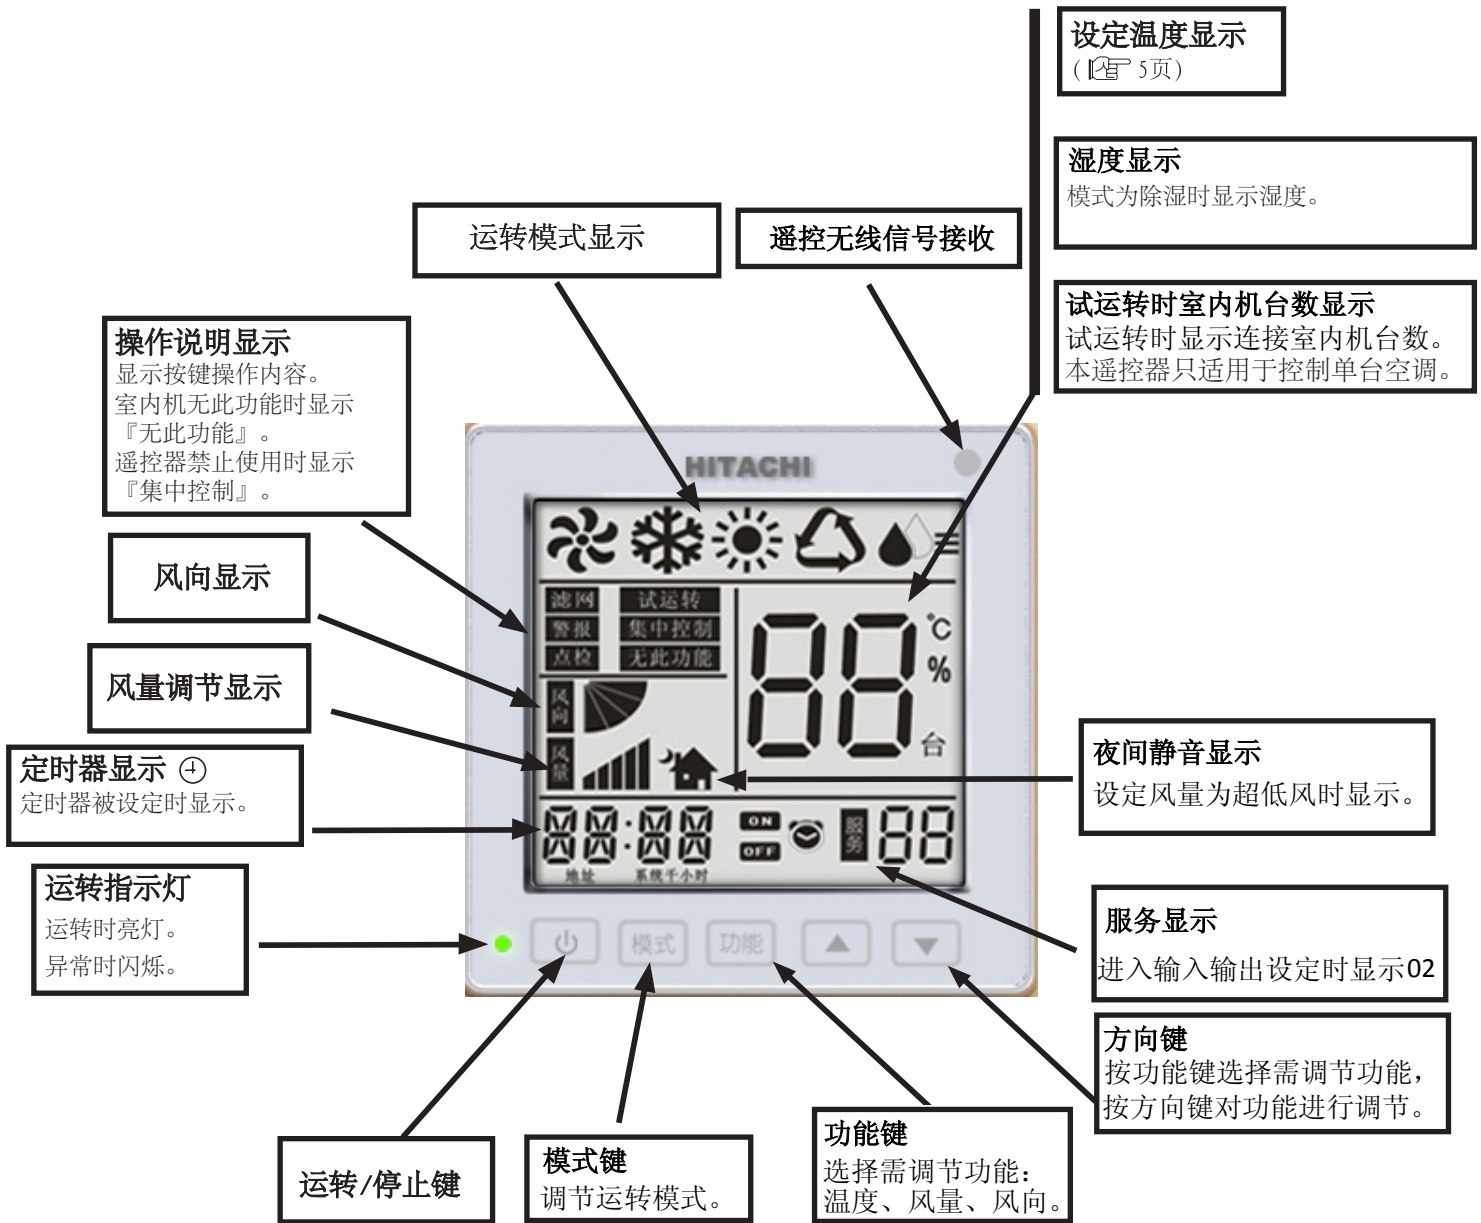

图3.2 遥控器 (PC-P1H8Q)
3.2 遥控器 (参阅图3.2)
为便于理解，图3.2介绍了所有可显示的部分。在正常运行过程中，液晶显示屏上只会显示其中的一部分。